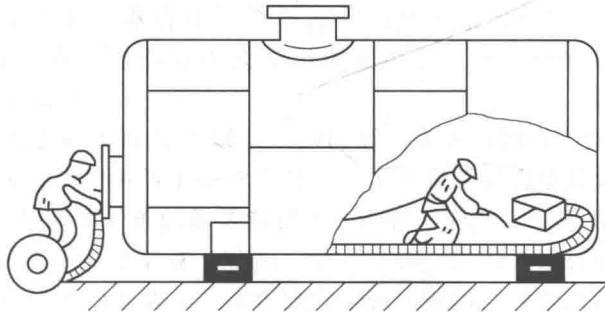

图 1-3 容器内焊接
- ① 进入容器内部前，先要弄清容器内部的情况。
② 把该容器和外界联系的部位，都要进行隔离和切断，如电源和附带在设备上的水管、料管、蒸汽管、压力管等均要切断并挂牌。如容器内有污染物，应进行清洗并经检查确认无危险后，才能进入内部焊接。
③ 进入容器内部焊割要实行监护制，派专人进行监护。监护人不能随便离开现场，并与容器内部的人员经常取得联系，如图 1-3 所示。